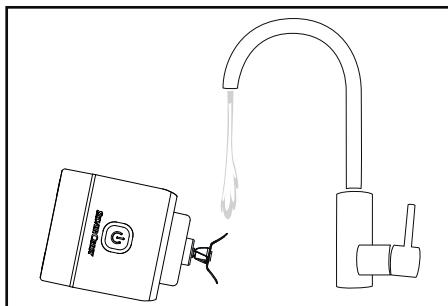

Fig. 2
■ Tør motordelen ⑨ af med en fugtig klud.
- For at fjerne lettere snavs skal du fylde blenderbægeret ④ indtil MAX-markeringen med lunkent vand og en dråbe opvaskemiddel. Lad produktet køre i ca. 30 sekunder som forklaret i kapitlet **Betjening**. Skru så motordelen ⑨ af, og hæld opvaskevandet ud af blenderbægeret ④.
- Skyl kun krydskniven ⑤ forsigtigt, evt. med en opvaskebørste under rindende vand. Sørg for, at der ikke kommer vand på motordelen ⑨, og læg ikke produktet ned i vand! Hæld produktet, så det kun er krydskniven ⑤, der kommer ind i vandstrålen (se fig. 2). Hvis du foretager rengøringen lige efter brug, er det lettere at fjerne snavs.